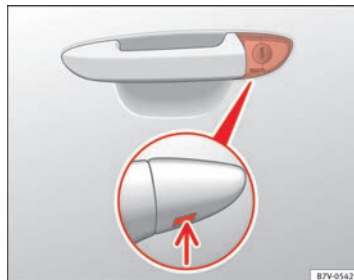

Fig. 190 Maneta de la puerta del conductor: Bombín de cierre oculto.
- Introduzca el paletón en la abertura de la tapa de la maneta de la puerta del conductor desde abajo → fig. 190 (flecha) y retire la tapa de abajo hacia arriba.